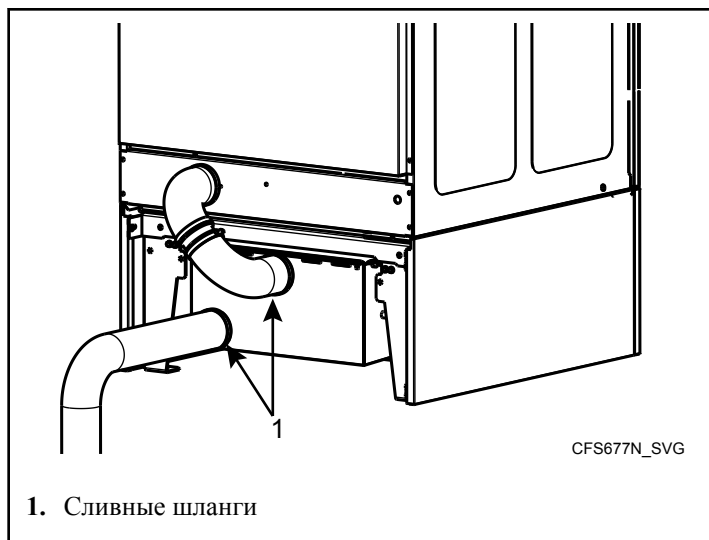

Рис. 61
4. Снимите фиксаторы и сливные шланги с корпуса фильтра на задней стороне машины. См. Рис. 61 .